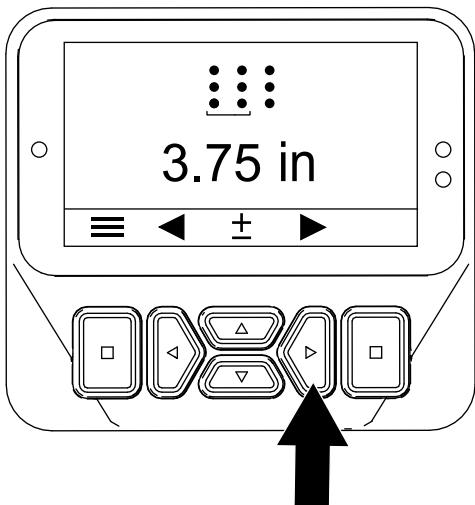

Figura 48
- Pulse el botón derecho para mostrar la pantalla Setting the Hole Spacing (Ajuste del espaciado de las perforaciones) (Figura 48).
- Pulse el botón derecho para mostrar la pantalla Setting the Tine Diameter (Ajuste del diámetro de los taladros) (Figura 48).